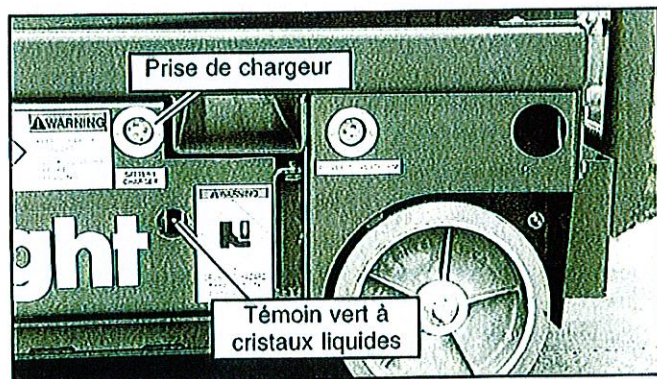

Figure 7 : Module de châssis, côté gauche
3. Brancher une rallonge (conducteur de 1,5 mm² (gauge 12) minimum et de 15 m (50 pieds) de long maximum) sur la prise du chargeur située à travers le trou du côté gauche du châssis (Figure 7). Brancher la rallonge sur une prise de courant correctement mise à la terre d'une tension et d'une fréquence appropriées.